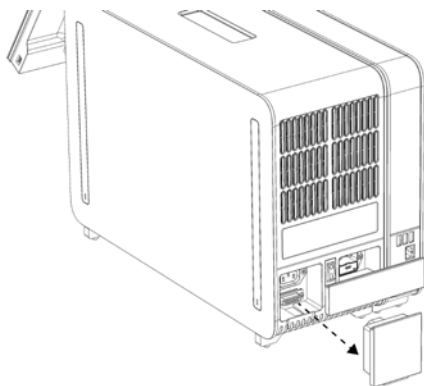

Рис. 12. Удаление концевого моста.
- 1d. Удалите концевой мост с задней стороны аналитического модуля (рис. 12, следующая страница).